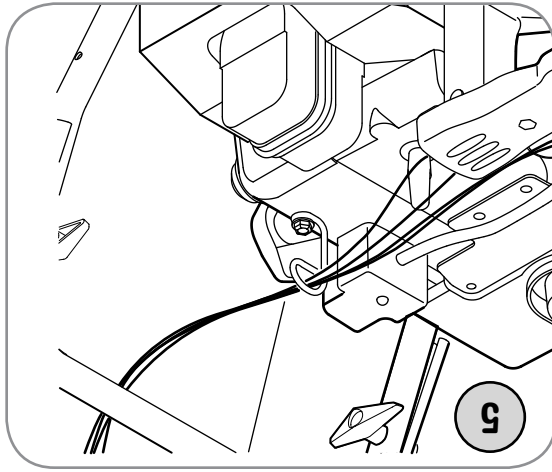

Figure 5
5. Vérifiez que tous les câbles sont acheminés dans le guide sur le dessus du moteur. Voir la Figure 5. Pour l'expédition, le fil électrique est maintenu sur l'arrière de l'habitacle de la tarrière avec un attache-câble. Coupez l'attache-câble et jetez-le avant d'utiliser la souffeuse.